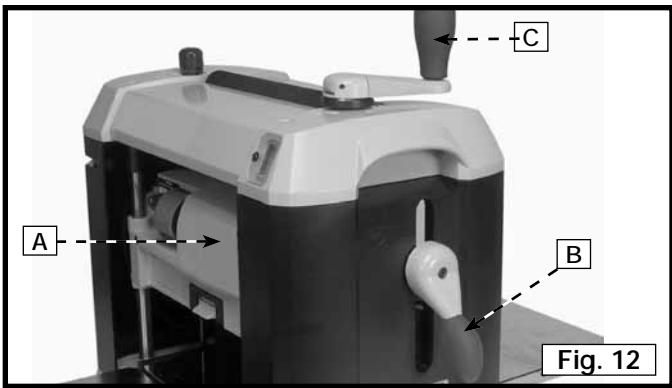

Fig. 12
L'ensemble de tête (A) fig. 12, renferme le porte-lame, les cylindres d'entraînement, le déflecteur à copeaux et le moteur. La hausse et la baisse de l'ensemble de tête (A) permet de régler la profondeur de coupe. Pour régler l'ensemble de tête, tourner la poignée de verrouillage du porte-lame (B) dans le sens antihoraire de manière à déverrouiller le porte-lame. Tourner la poignée de réglage (C) dans le sens horaire pour hauser le porte-lame ou dans le sens antihoraire pour le baisser (A). Un tour de poignée (C) permet de monter ou descendre le porte-lame de 1,6 mm (1/16 po).